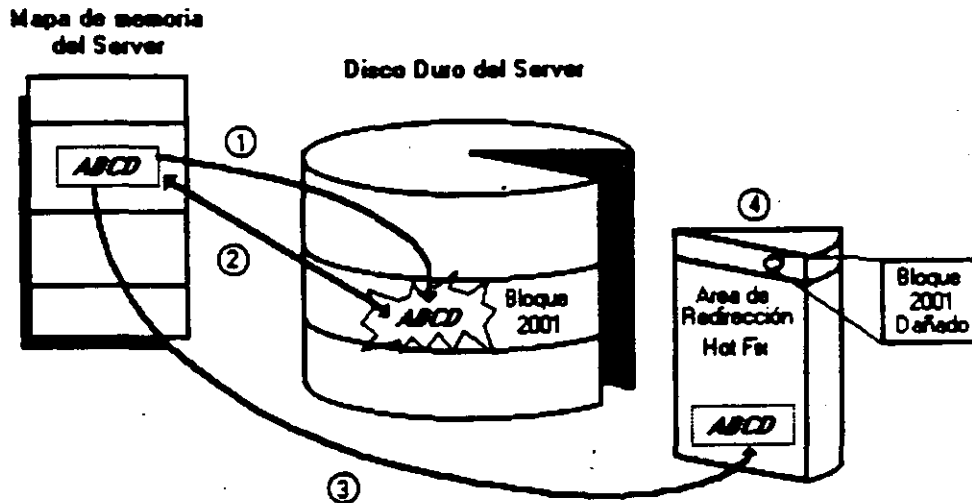

Fig.6 Hot Fix
**Hot Fix.** Es una característica de NetWare que previene la escritura de datos sobre sectores dañados en el disco. Cuando el *Hot Fix* es activado sobre el disco duro, crea una área de redirección (aproximadamente el 2% de la capacidad total del disco) donde serán redirigidos los datos cuando es encontrado un sector dañado en el disco. (Fig 6).
**Read After Write Verification.** Cuando un dato es escrito sobre el disco duro inmediatamente se ejecuta una lectura a memoria para comparar la integridad del dato escrito. Si esta comparación es exitosa se libera la localidad de memoria y se ejecuta otra operación. Si la comparación no es exitosa después de varios intentos, el dato es enviado por el *Hot Fix* a la área de redirección y el sector es marcado como dañado y enviado a la tabla de defectos del disco. (Fig 6).